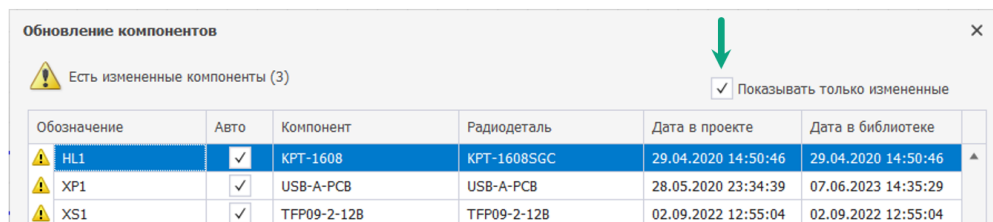

Рис. 101 Вызов фильтрации только измененных компонентов проекта
2. Выбрать компоненты, которые необходимо обновить, установив флаг в поле рядом с наименованием компонента (по умолчанию система автоматически отмечает флагом все компоненты в проекте, для которых возможно выполнить процедуру автообновления), Рис. 101. В окне доступно отфильтровать для представления только те компоненты, которые возможно обновить, для этого установите флаг в поле «Показывать только измененные».